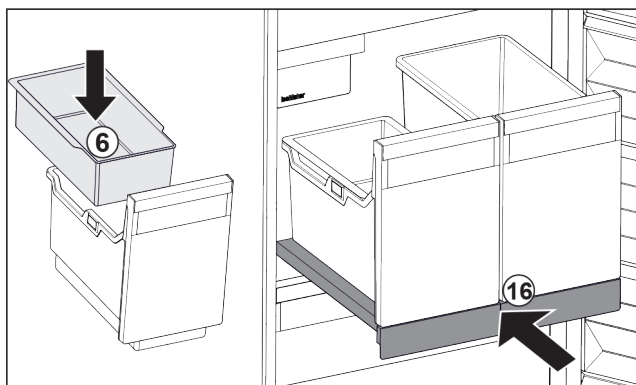

Fig. 107
- ▶ Włożyć półkę zawieszoną Fig. 107 (6) na kostki lodu.
- ▶ Wsunąć wysuwaną półkę z pojemnikiem (IceTower). Fig. 107 (16)